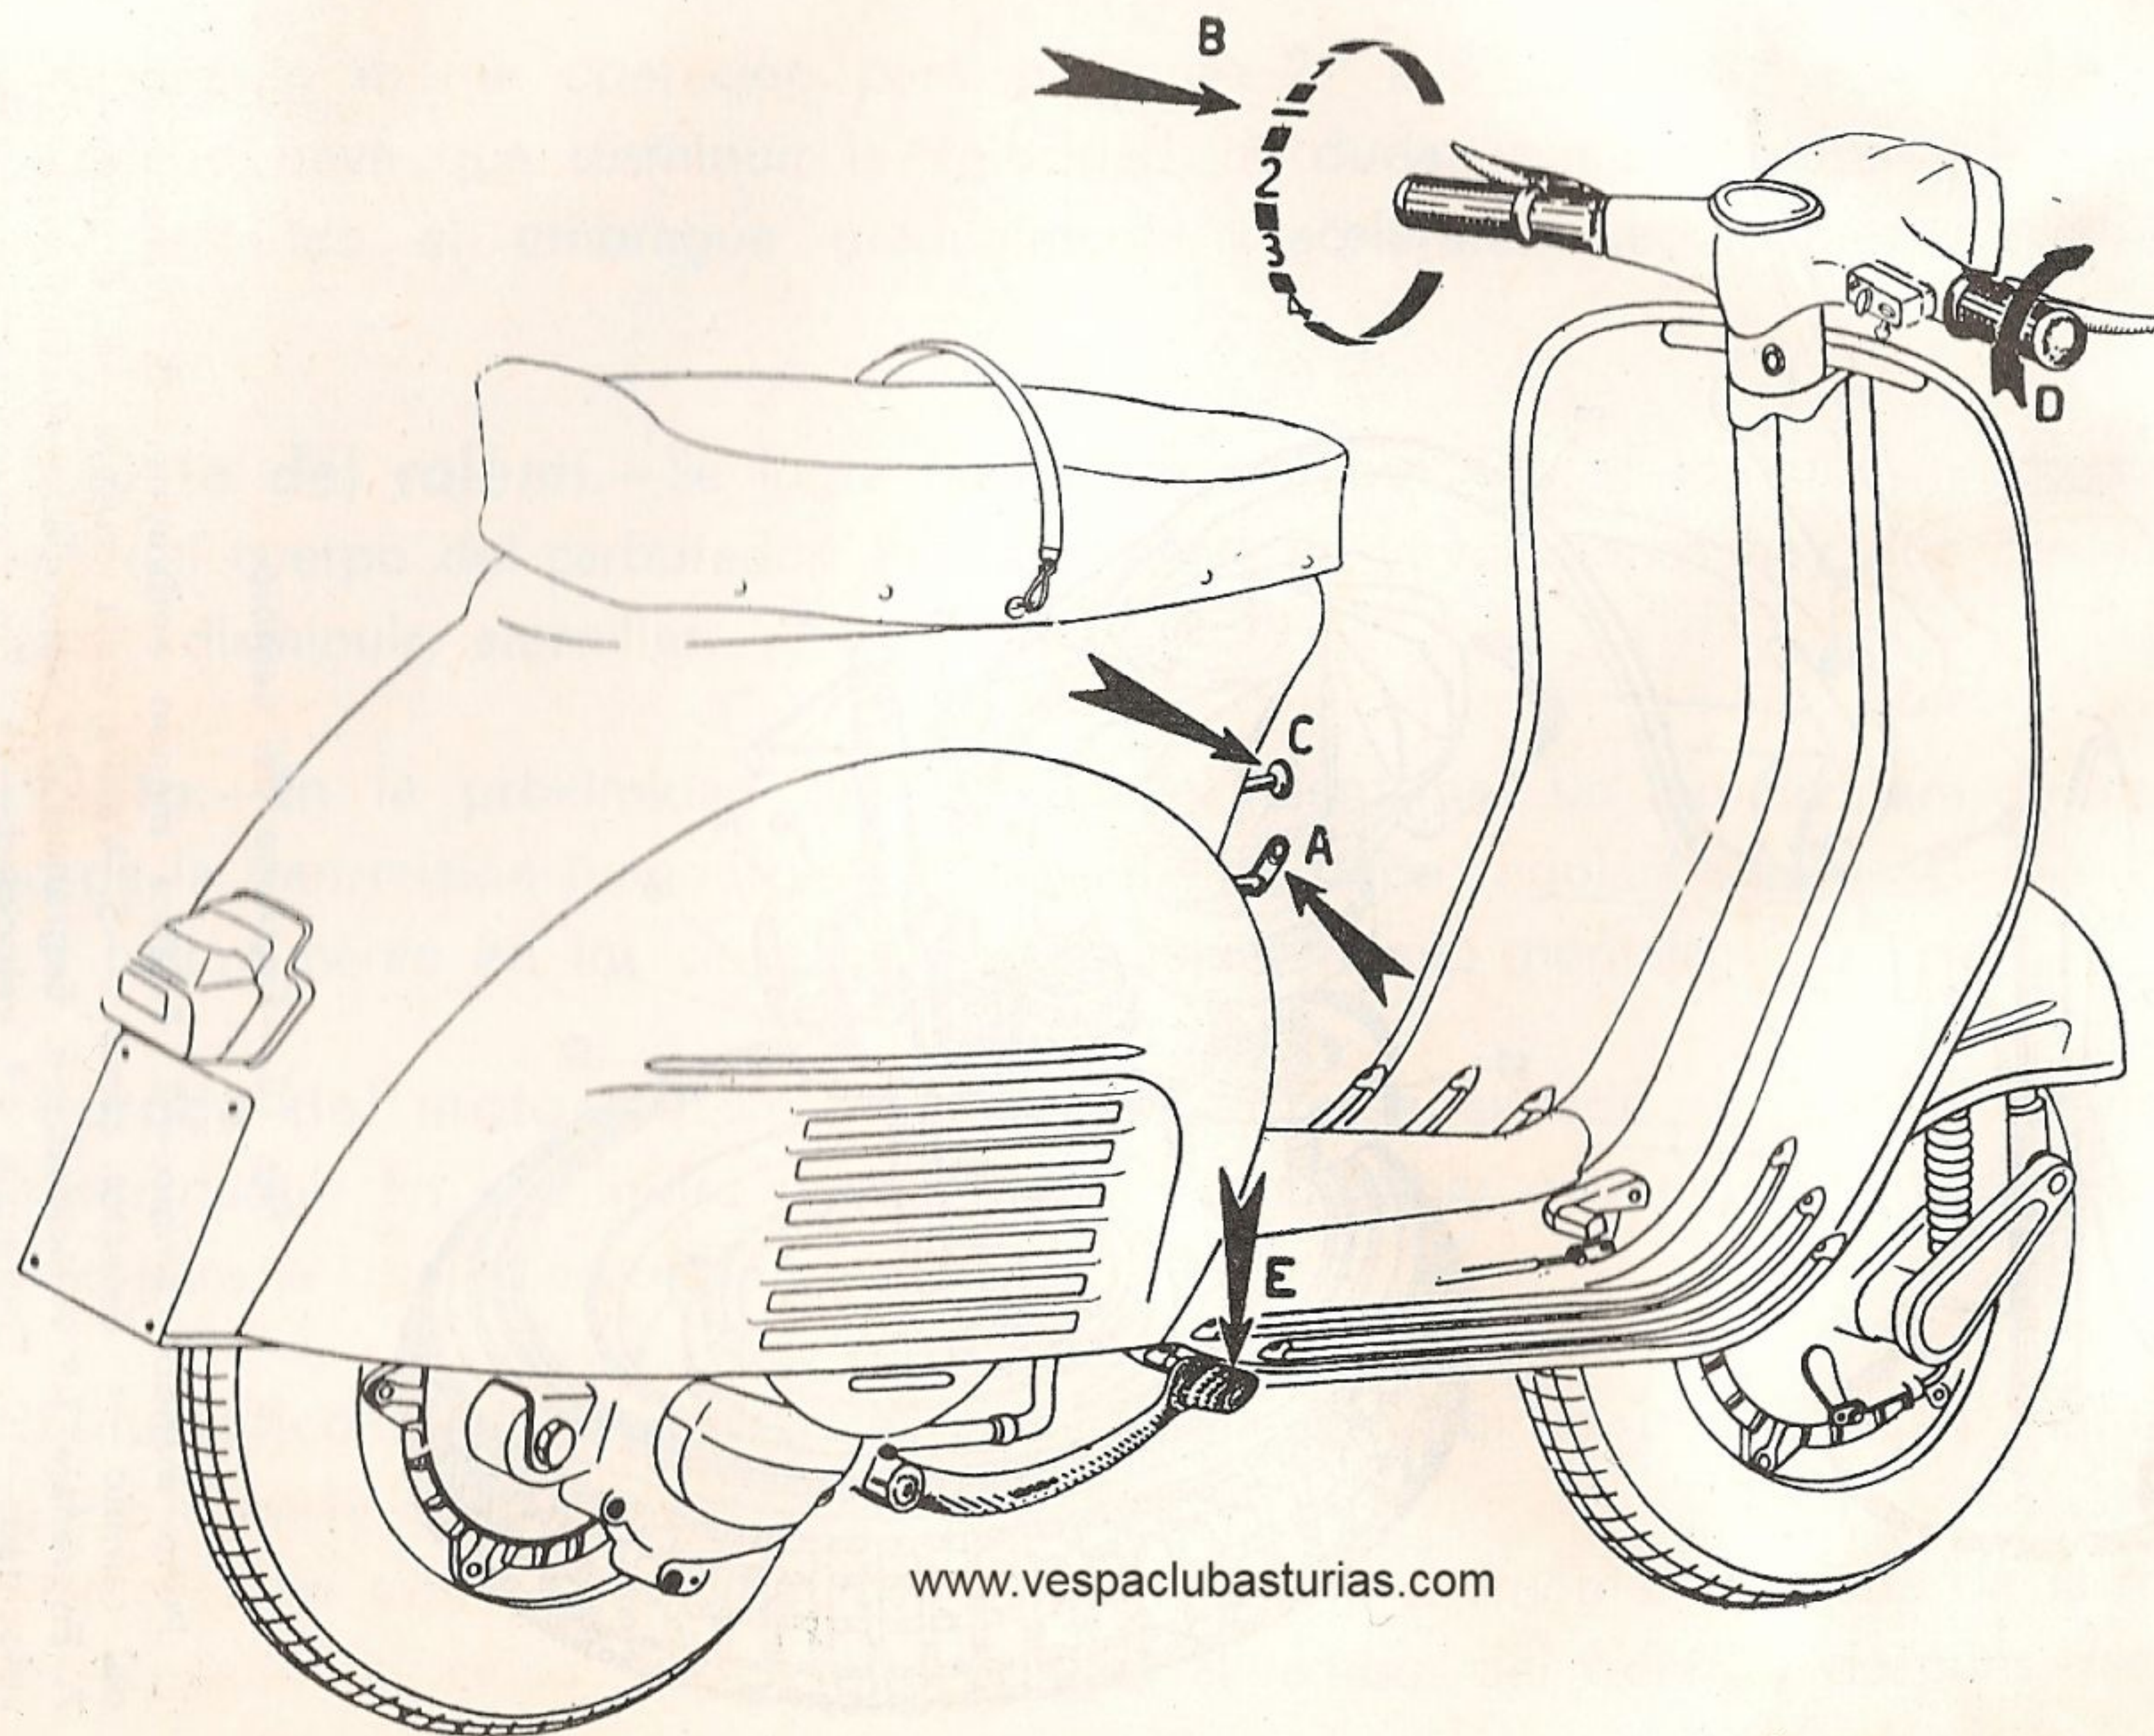

Fig. 9.—Operaciones a realizar para el arranque.
**Arranque.**—(Véase fig. 9): Para poner en marcha el motor hay que: